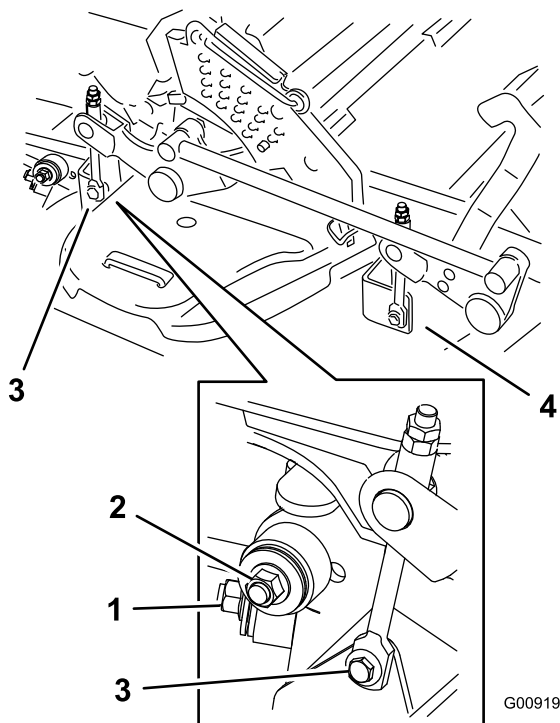

Figura 104
8. Rimuovete e conservate la bulloneria su ambo i lati del piatto di taglio come mostrato in (Figura 104).